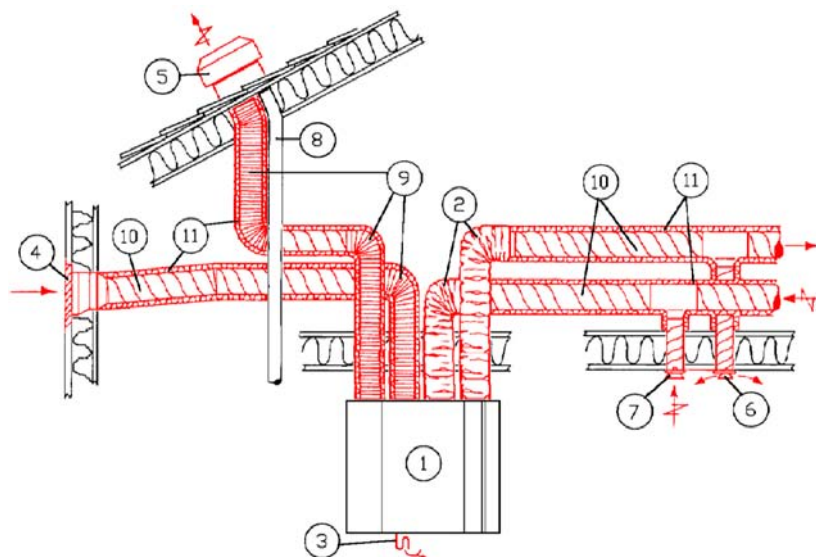

Fig. 1
Lampesignal (11) lyser når innstilt driftstid mellom bytte av tilluftfilter (E, fig. 1) er utløpt. Ventilasjonsaggregatet kan fortsatt benyttes, men effekten vil bli redusert dersom ikke filteret byttes. Driftstid (6, 9 eller 12 mnd.) mellom filterbytte kan stilles inn vha. brytere på betjeningspanelet (se montasjeanvisning). Etter bytte av tilluftfilter nullstilles driftstiden mellom filterbytte (se vedlikehold, pkt. 2, Bytte av tilluftfilter).
**NB! Avtrekksfilteret (F, fig. 1) av aluminium må rengjøres regelmessig. (Se kapittel for vedlikehold).**